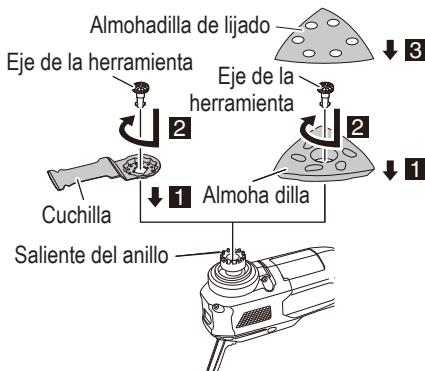

Fig. 10
- (3) Acople la herramienta de aplicación al anillo de accesorios, asegurándose de que el orificio de la herramienta se encuentre ajustado al saliente del anillo. El ángulo de colocación de la herramienta de aplicación puede ajustarse en incrementos de 30°. (Fig. 10)
- (4) Inserte firmemente el eje de la herramienta mientras lo gira en sentido horario. (Fig. 10)
(6) Alinee los orificios al pegar el papel de lijado a la almohadilla de lijado. (Fig. 10)